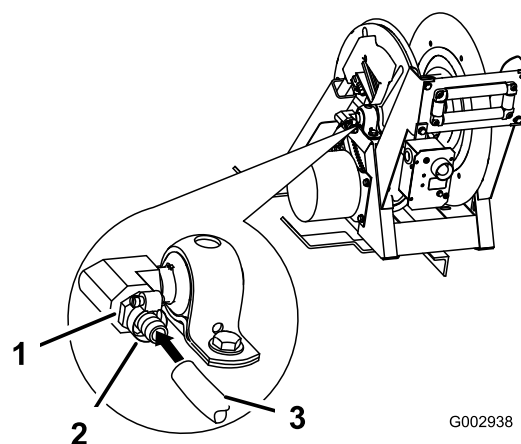

Figura 38
21. Avvolgete del nastro di Teflon in senso antiorario attorno ai filetti del raccordo dentellato (3/4 poll.) e montatelo nell'orifizio di entrata sul fianco dell'avvolgitubo (Figura 38).